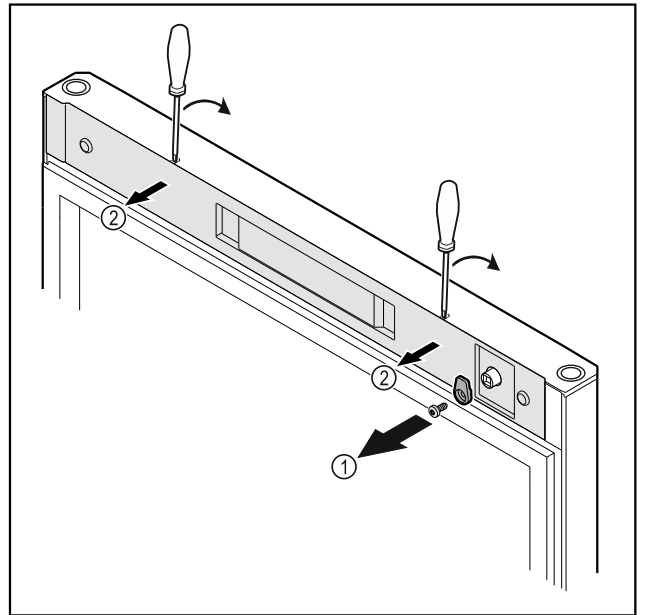

Fig. 10
- Schließhaken Fig. 10 (1) abschrauben.
- Abdeckung Fig. 10 (2) mit einem kleinen Schraubendreher ausrasten und abnehmen.